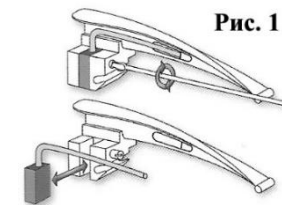

Рис. 1
5. Световоды в клинках ларингоскопа съемные. Схема замены световода приведена на рис. 1.